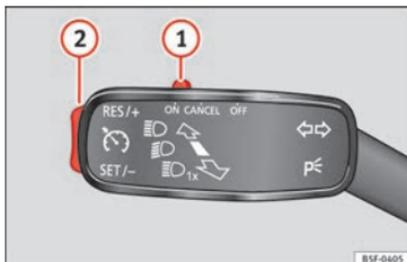

Abb. 32 Siehe Einbauort in der Abbildung 3
- GRA einschalten: Schalter »» Abb. 32 ① in die Stellung **ON** schieben. Das System ist ein-
- GRA aktivieren: Drücken Sie die Taste »» Abb. 32 ② im Bereich **SET/-**. Die aktuelle Geschwindigkeit wird gespeichert und geregelt.
- GRA vorübergehend abschalten: Schieben Sie den Schalter »» Abb. 32 ① bis **CANCEL** oder betätigen Sie das Bremspedal. Regelung wird vorübergehend abgeschaltet.
- GRA wieder einschalten: Drücken Sie die Taste »» Abb. 32 ② in **RES/+**. Die gespeicherte Geschwindigkeit wird erneut gespeichert und eingestellt.
- Gespeicherte Geschwindigkeit während GRA-Regelung erhöhen: Taste ② auf **RES/+** drücken. Das Fahrzeug beschleunigt bis zum Erreichen der neu gespeicherten Geschwindigkeit.
- Gespeicherte Geschwindigkeit während GRA-Regelung verringern: Taste ② auf **SET/-** drücken, um die Geschwindigkeit um 1 km/h (1 mph) zu verringern. Die Geschwindigkeit wird bis zum Erreichen der neu gespeicherten Geschwindigkeit reduziert.
- GRA abschalten: Schalter »» Abb. 32 ① auf **OFF** schieben. Das System wird abgeschaltet und die gespeicherte Geschwindigkeit gelöscht.